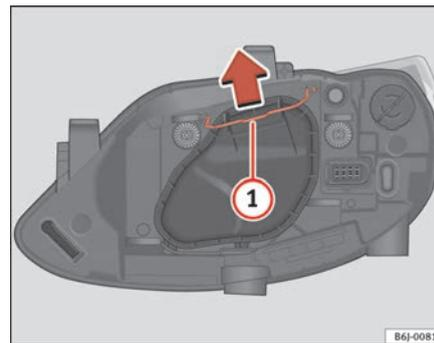

Fig. 151 Anabbagliante e abbagliante faro singolo
- Far scorrere il tirante ⇒ pag. 236, fig. 151 ① nel senso della freccia e sfilare la chiusura.